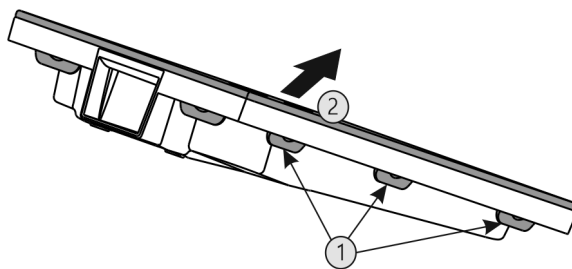

Fig. 69
- Nyomja le egymás után az összes fület Fig. 69 (1), és vegye le a fedelet Fig. 69 (2).